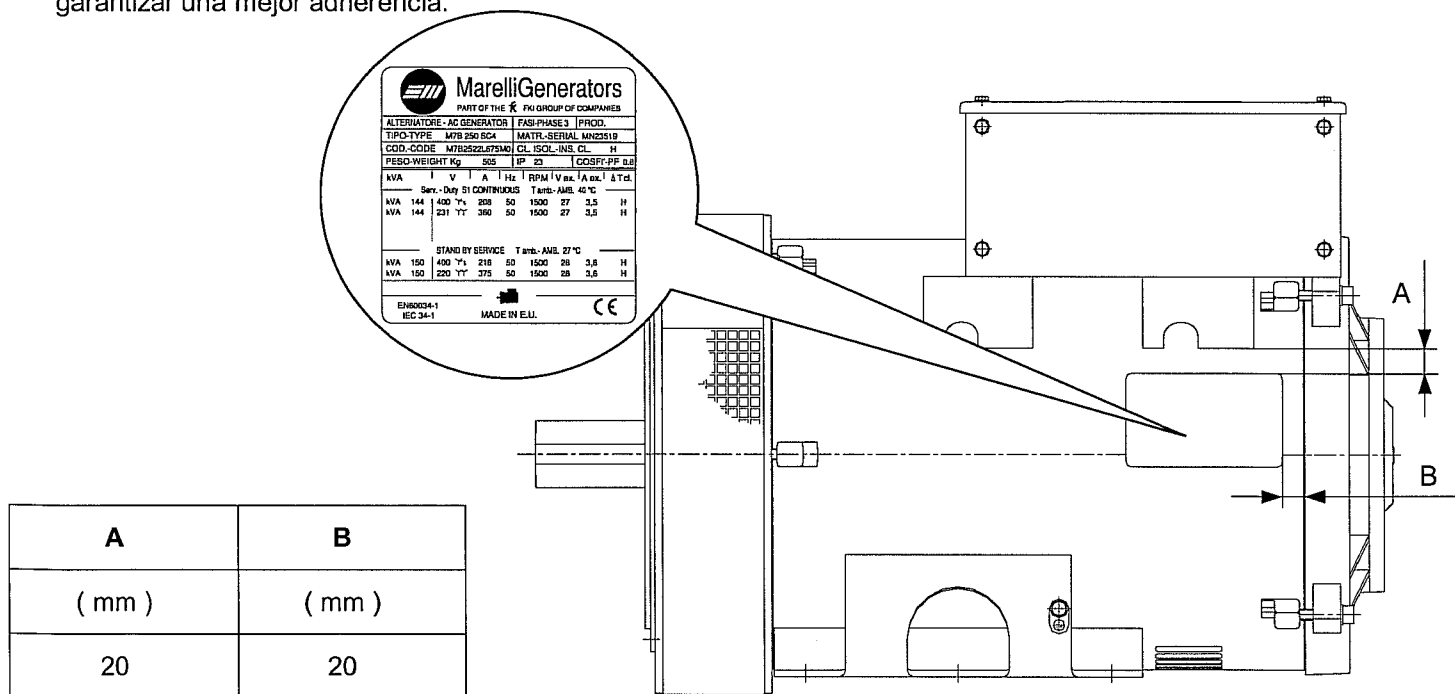

Fig. 1 / Abb. 1
- 2) Pulire la parte interessata (vedi fig. 1) con alcool ed aspettare che sia perfettamente asciutta.
- 3) Togliere la parte adesiva dal supporto e applicarla come indicato nella fig. 1 facendo pressione con un rullo di gomma per una migliore aderenza.
- 2) Nettoyer la surface (voir fig.1) avec de l'alcool, attendre qu'elle soit parfaitement sèche.
- 3) Oter la partie adhésive de son support et la coller comme indiqué fig.1 en faisant pression avec un rouleau de caoutchouc pour une meilleure adhérence.
Dicha placa tiene que ser aplicada en el Alternador tal como se indica en la fig.1 siguiendo las siguientes instrucciones :
- 2) Limpiar con alcohol la superficie donde debe ir adherida (Fig. 1) y esperar a que se seque bien.
- 3) Separar la parte adhesiva y aplicarla tal cuál se indica en la Fig. 1 , haciendo presión con un rodillo de goma para garantizar una mejor adherencia.